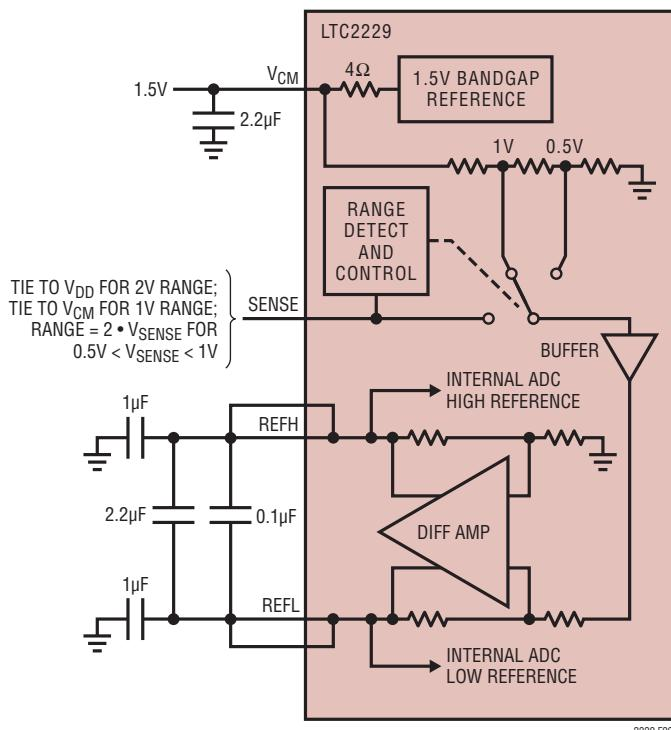

図9. 等価リファレンス回路
1.5V のバンドギャップ・リファレンス、差動アンプ、およびスイッチングと制御の回路で構成されるLTC2229のリファレンス回路を図9に示します。内部電圧リファレンスはピンで選択可能な 2V (差動 $\pm 1\text{V}$)または 1V (差動 $\pm 0.5\text{V}$)の2つの入力レンジに設定することができます。SENSEピンを V_{DD} に接続すると 2V の範囲が選択され、SENSEピンを V_{CM} に接続すると 1V の範囲が選択されます。
差動アンプはADCの“H”リファレンスと“L”リファレンスを生成します。高速スイッチング回路がこれらの出力に接続されているので、これらの出力は外部でバイパスする必要があります。各出力には2つのピンがあります。パッケージのインダクタンスを減らすために複数の出力ピンを必要とします。バイパス・コンデンサは図9に示すように接続する必要があります。